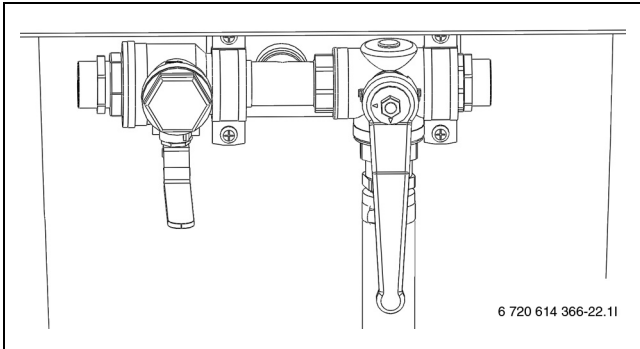

Bild 26 Befüllstation in Mischposition
- Ventile der Befüllstation auf Mischposition stellen (→ Bild 26).